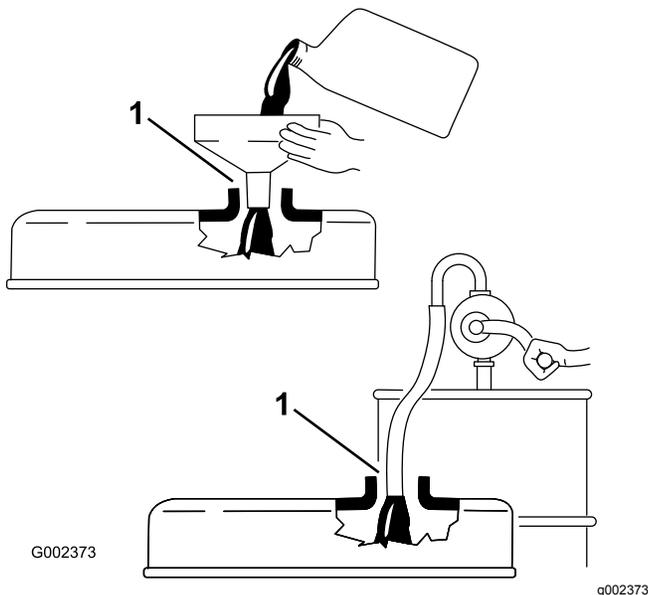

図 17
**重要** エンジンオイルを補給する時には、補給口とジョウゴなどの間に **図 17** に示すようなすき間が必要です。これは補給の際に通気を確保し、オイルがブリーザー内部に侵入しないようにするためです。